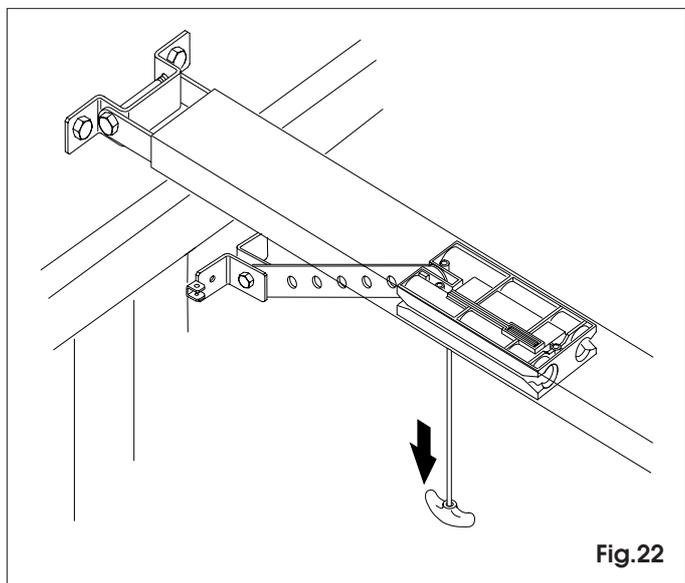

Fig.22
7.18 Desbloqueen el operador tirando hacia abajo la palanca de desbloqueo (fig.22).